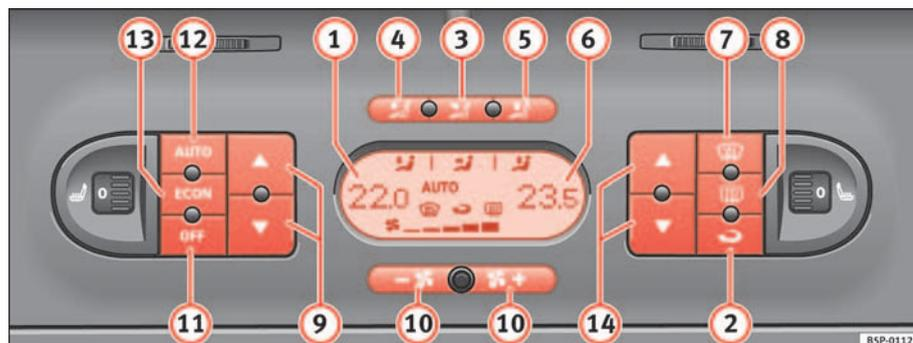

Fig. 126 Sur le tableau de bord : éléments de commande du Climatronic 2 zones
- Appuyer sur les touches de régulation de la température ⇒ page 162, fig. 126 9 ou 14 pour régler la température du côté gauche et droit respectivement.
- Appuyez sur la touche  ⇒ page 162, fig. 126. Le mot « AUTO » apparaît sur l'affichage.